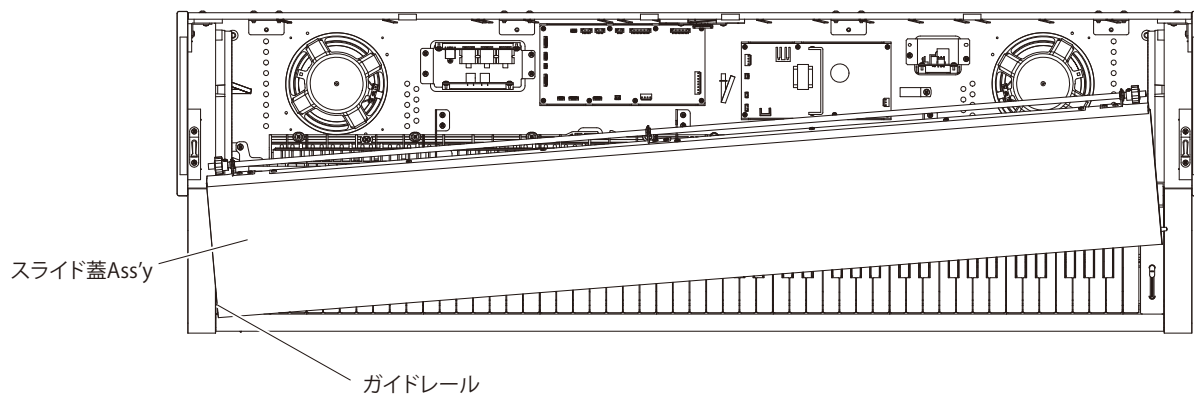

図 10
5. スライド蓋 Ass'y を少し斜めにして、ガイドピンをガイドレールより外します。(図 10)